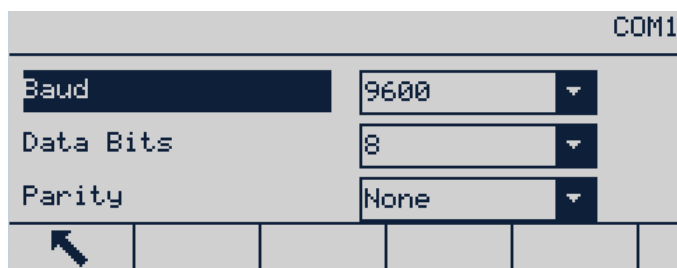

Figura B-26: Schermata configurazione COM1
6. Accedere a **Comunicazione | COM1** e verificare che i parametri di comunicazione della stampante GT800 risultino impostati come mostrato nella **Figura B-26**.